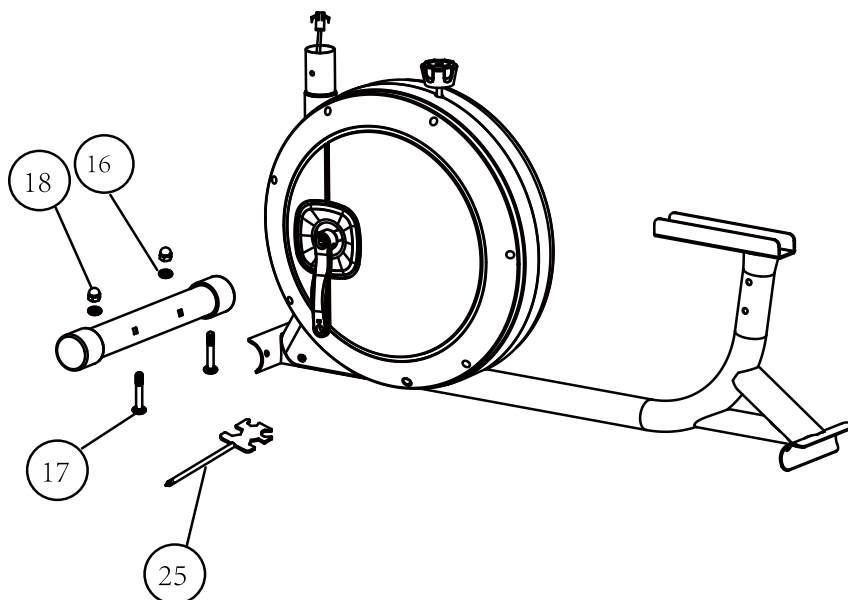

Figura 1
1. Utilizzare rispettivamente 2 viti a carro N.17 e la rondella ad arco N.16, il coperchio alto N.18, usare l'apertura N.25 con una chiave a croce per fissare insieme il gruppo del telaio principale N.01 e il gruppo del tubo del piede anteriore N.02. Come mostrato nella Figura 1.